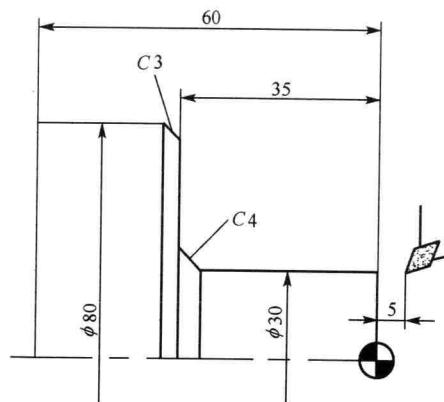
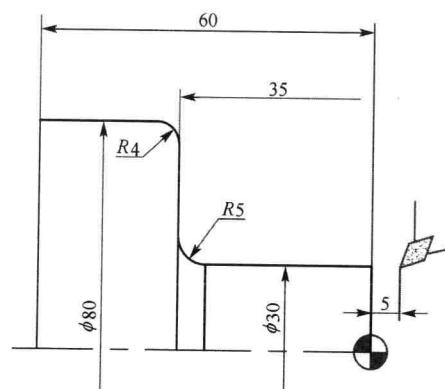

图 1-3 倒角练习
图 1-4 倒圆练习
3) G01 指令在数车编程中, 还可以直接用来进行倒角 (C 指令)、倒圆角 (R 指令)。注意判定 C 指令、R 指令的正负值。编程练习见图 1-3、图 1-4。